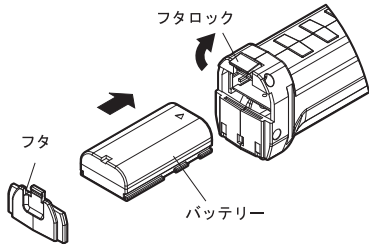

図 2. バッテリー差込方法
④使用方法
- 図 2 のようにフタロックを外してフタをとり、満充電されたバッテリーをライト本体に差し込み、再びフタをしてください。